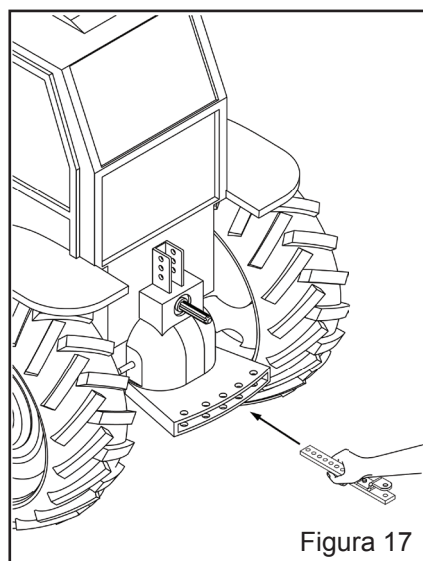

Figura 17
c) Retire a barra de tração do trator "A" (rabicho) e efetue a substituição pela barra de tração que acompanha o implemento (Figura 17).
3-Use o ultimo furo da barra de tração "a" (Figura 17), somente como ultimo recurso de regulagem, para evitar possível quebra do mesmo.